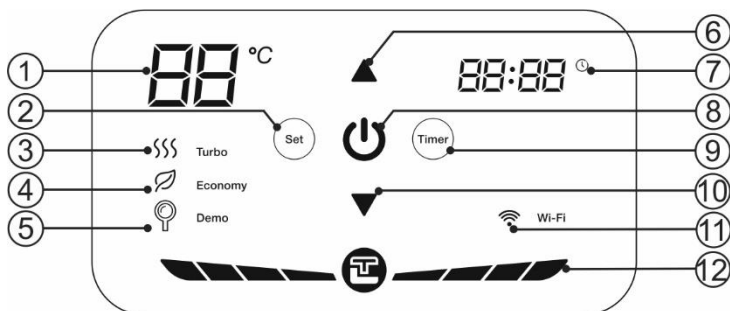

Рисунок 3. Панель управления
Рисунок 3: 1 – указатель температуры, 2 – кнопка «Set», 3 – индикатор «Turbo», 4 – индикатор «Economy», 5 – индикатор «Demo», 6 – кнопка «▲», 7 – указатель времени, 8 - кнопка «I/O», 9 – кнопка «Timer», 10 – кнопка «▼», 11 – индикатор «Wi-Fi» (опционно для моделей Wi-Fi), 12 – индикатор нагрева.
Включение/выключение ЭВН осуществляется кнопкой «I/O» на панели управления (Рис. 3, п.8), при этом на светодиодный индикатор показывает заданную температуру нагрева. Режим «Turbo» включается автоматически, при этом максимальная мощность составляет 2000 Вт. В процессе эксплуатации ЭВН потребитель может выбирать температуру нагрева при помощи двух клавиш «▲» «▼» (Рис. 3, п.6 и п.10). При кратковременно нажатии клавиш значение температуры будет изменяться на 1 градус в секунду, при долговременном нажатии – на 5 градусов в секунду. Диапазон регулировки температуры составляет от 30°C до 75°C, а температура по умолчанию составляет 75°C. Нажмите кнопку «Set», чтобы переключить ЭВН в экономичный режим «Economy». При переходе в экономичный режим включается индикатор экономичного режима, и температура будет заблокирована на значении 55°C при мощности нагрева 1300 Вт. В экономичном режиме температуру нельзя регулировать вручную. Нажмите кнопку «Set» снова, чтобы выйти из экономичного режима.
1. Установка времени включения. Указатель времени (Рис. 3, п.7) должен светиться. Нажмите кнопку «Set», установите значение ЧАСЫ с помощью кнопок «▲»
«▼» (Рис. 3, п.6 и п.10). Кратковременное нажатие изменяет значение +1/-1, длительное нажатие - +5 /-5. Диапазон значения ЧАСЫ: 0-23. Повторно нажмите «Set», установите значение минуты таким же способом.
2. Установка времени выключения. После установки времени включения нажмите кнопку «Set», иконка должна мигать. Нажмите кнопку «Set», установить значение ЧАСЫ с помощью кнопок «▲» «▼» (Рис. 3, п.6 и п.10). Кратковременное нажатие изменяет значение +1/-1, длительное нажатие - +5 /-5. Диапазон значения ЧАСЫ: 0-23. Повторно нажмите «Set», установите значение минуты таким же способом.
3. При установке значения ЧАСЫ таймер отключится, если кнопки «▲» «▼» (Рис. 3, п.6 и п.10) не касаться более 5 секунд.